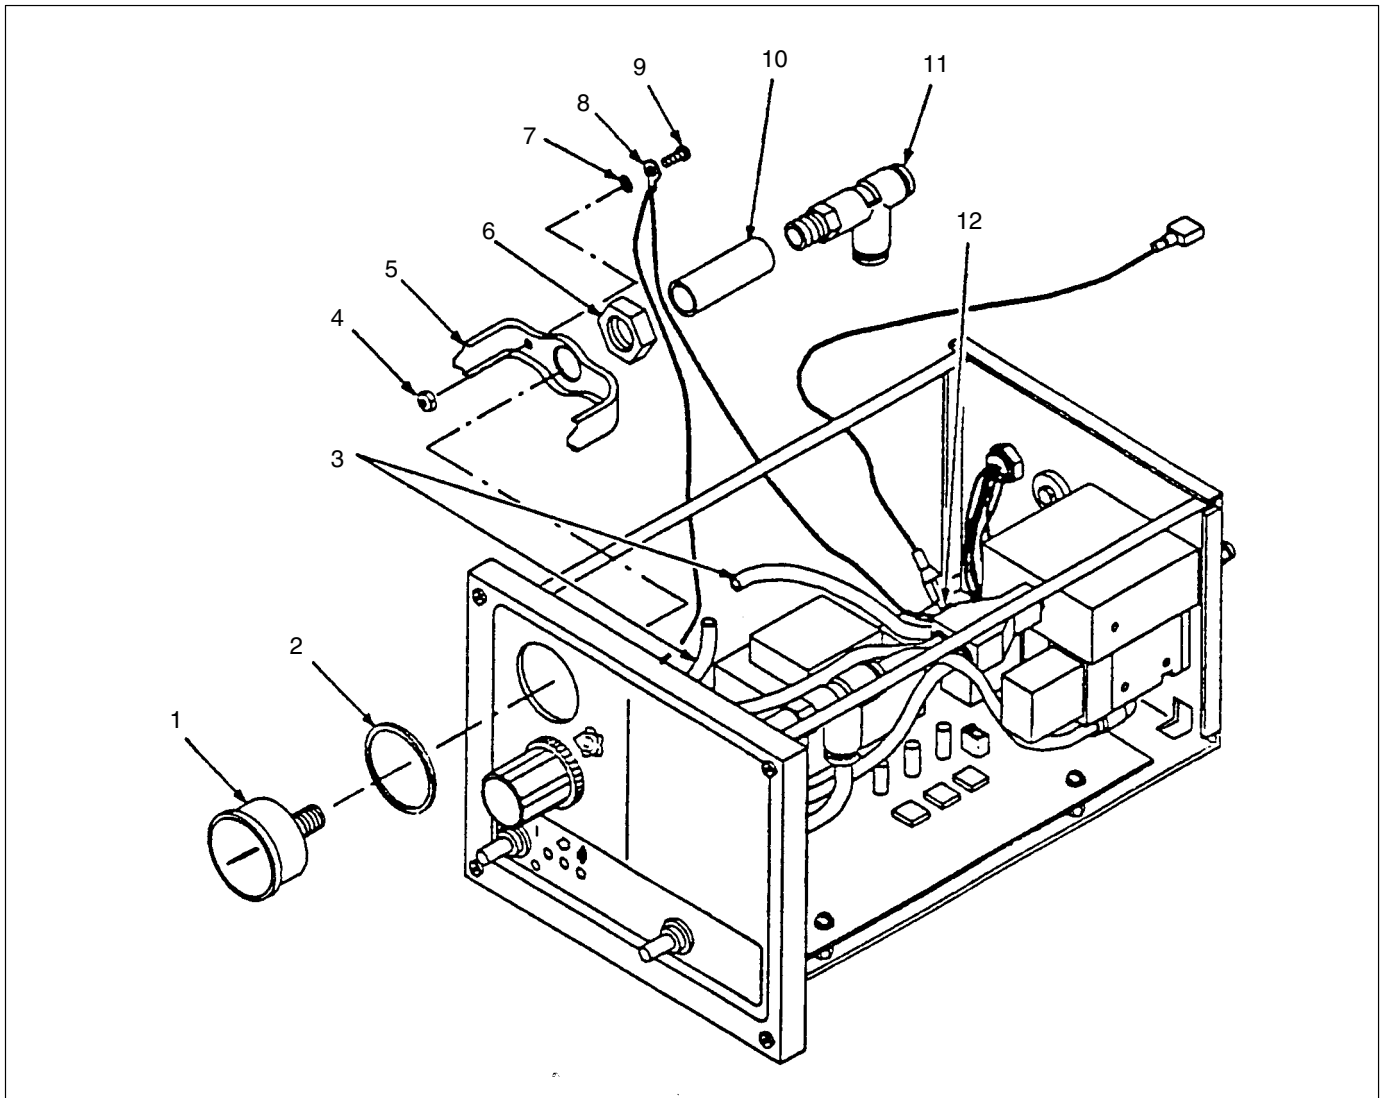

Abb. 6-3 Ersetzen des Druckmessers
2. Siehe Abb. 6-3. Nehmen Sie die Schrauben (9), Zahnscheiben (7), Muttern (4) und den Erdungsdraht (8) von den Halterungen des Druckmessers (5) ab.
3. Trennen Sie den Luftschlauch (3) vom T-Stück (11).
4. Nehmen Sie T-Stück und Verbindung (10) vom Druckmesser (1) ab.
5. Nehmen Sie die Mutter (6) und die Halterung (5) vom Druckmesser ab.
6. Nehmen Sie Druckmesser und Dichtung (2) von der Frontplatte ab. Heben Sie die Dichtung zur Wiederverwendung auf, wenn sie unbeschädigt ist.